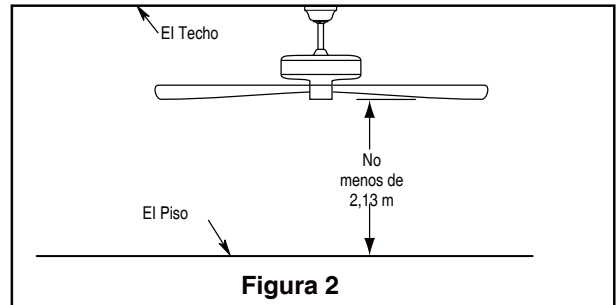

Figura 2
Caja profunda (Figura 2)
2. Retire el clip de horquilla y pasador de horquilla de la parte inferior de la bola para colgar. Retener el pasador y clip para la reinstalación en el paso 4. (Figura 2)
Debe colgar el ventilador a una distancia mínima de 2,13 m desde las aspas hasta el piso. (Figura 2)
1. Conecte el conductor verde con conexión a tierra de la bola para colgar y el conductor verde con conexión a tierra de la abrazadera para colgar al conductor de suministro con conexión a tierra (posiblemente un conductor desnudo o un cable con aislante verde). Conecte los cables a los conectores provistos de forma segura. Conecte el conductor blanco. (Figura 2)
2. provistos de forma segura. Conecte el conductor blanco del motor del ventilador al conductor blanco (neutro) mediante el conector provisto de forma segura. Conecte el conductor negro del motor del ventilador y el conector azul al conductor negro mediante el conector provisto de forma segura. (Figura 2)
2. Fije las sujeciones de las palas en la parte inferior de la unidad de motor del ventilador utilizando tornillos con arandelas de presión de 1/4"-20 x 13 mm. Asegúrese de que los tornillos son fijados con arandelas de presión, que las sujeciones de las palas están bien fijadas a la unidad del motor y que las sujeciones han sido colocadas adecuadamente. (Figura 2)
2. Verifique el funcionamiento del ventilador tirando levemente de la cadena de encendido/apagado para el control de la velocidad. (Figura 2)